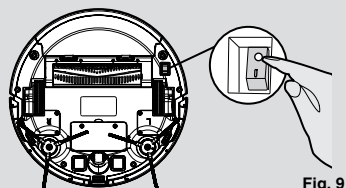

Fig. 9
Accendere il Robot, premendo l'interruttore Accensione/Spegnimento (ON/OFF) nella parte inferiore (1). **[Fig. 9]** Appoggiarlo di fronte alla stazione di ricarica.
1. Premere l'interruttore di accensione ON/OFF posto sotto il Robot. **[Fig. 9]**